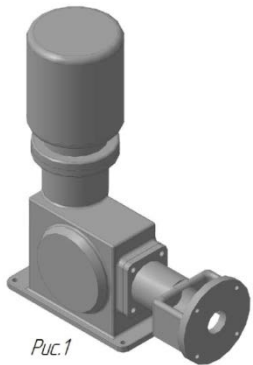

Рис.1
- Для снятия требуемых размеров следует демонтировать заменяемый гидроцилиндр, оставив агрегат только с кронштейном (рис.1).